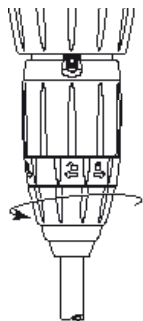

Fig. 15
- Svitare il dado e rimuovere il tubo di aspirazione (Fig. 15).